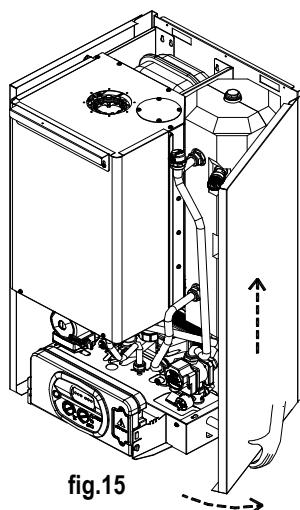
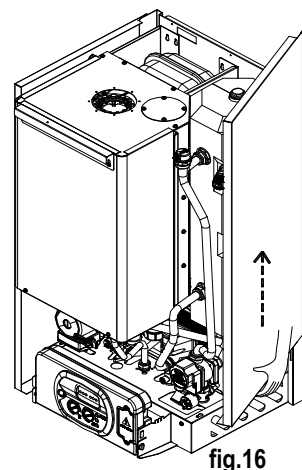

fig.15
fig.16
- Saisir la base du panneau et, après l'avoir déplacé vers le côté (fig.15), le retirer en le levant (fig.16)